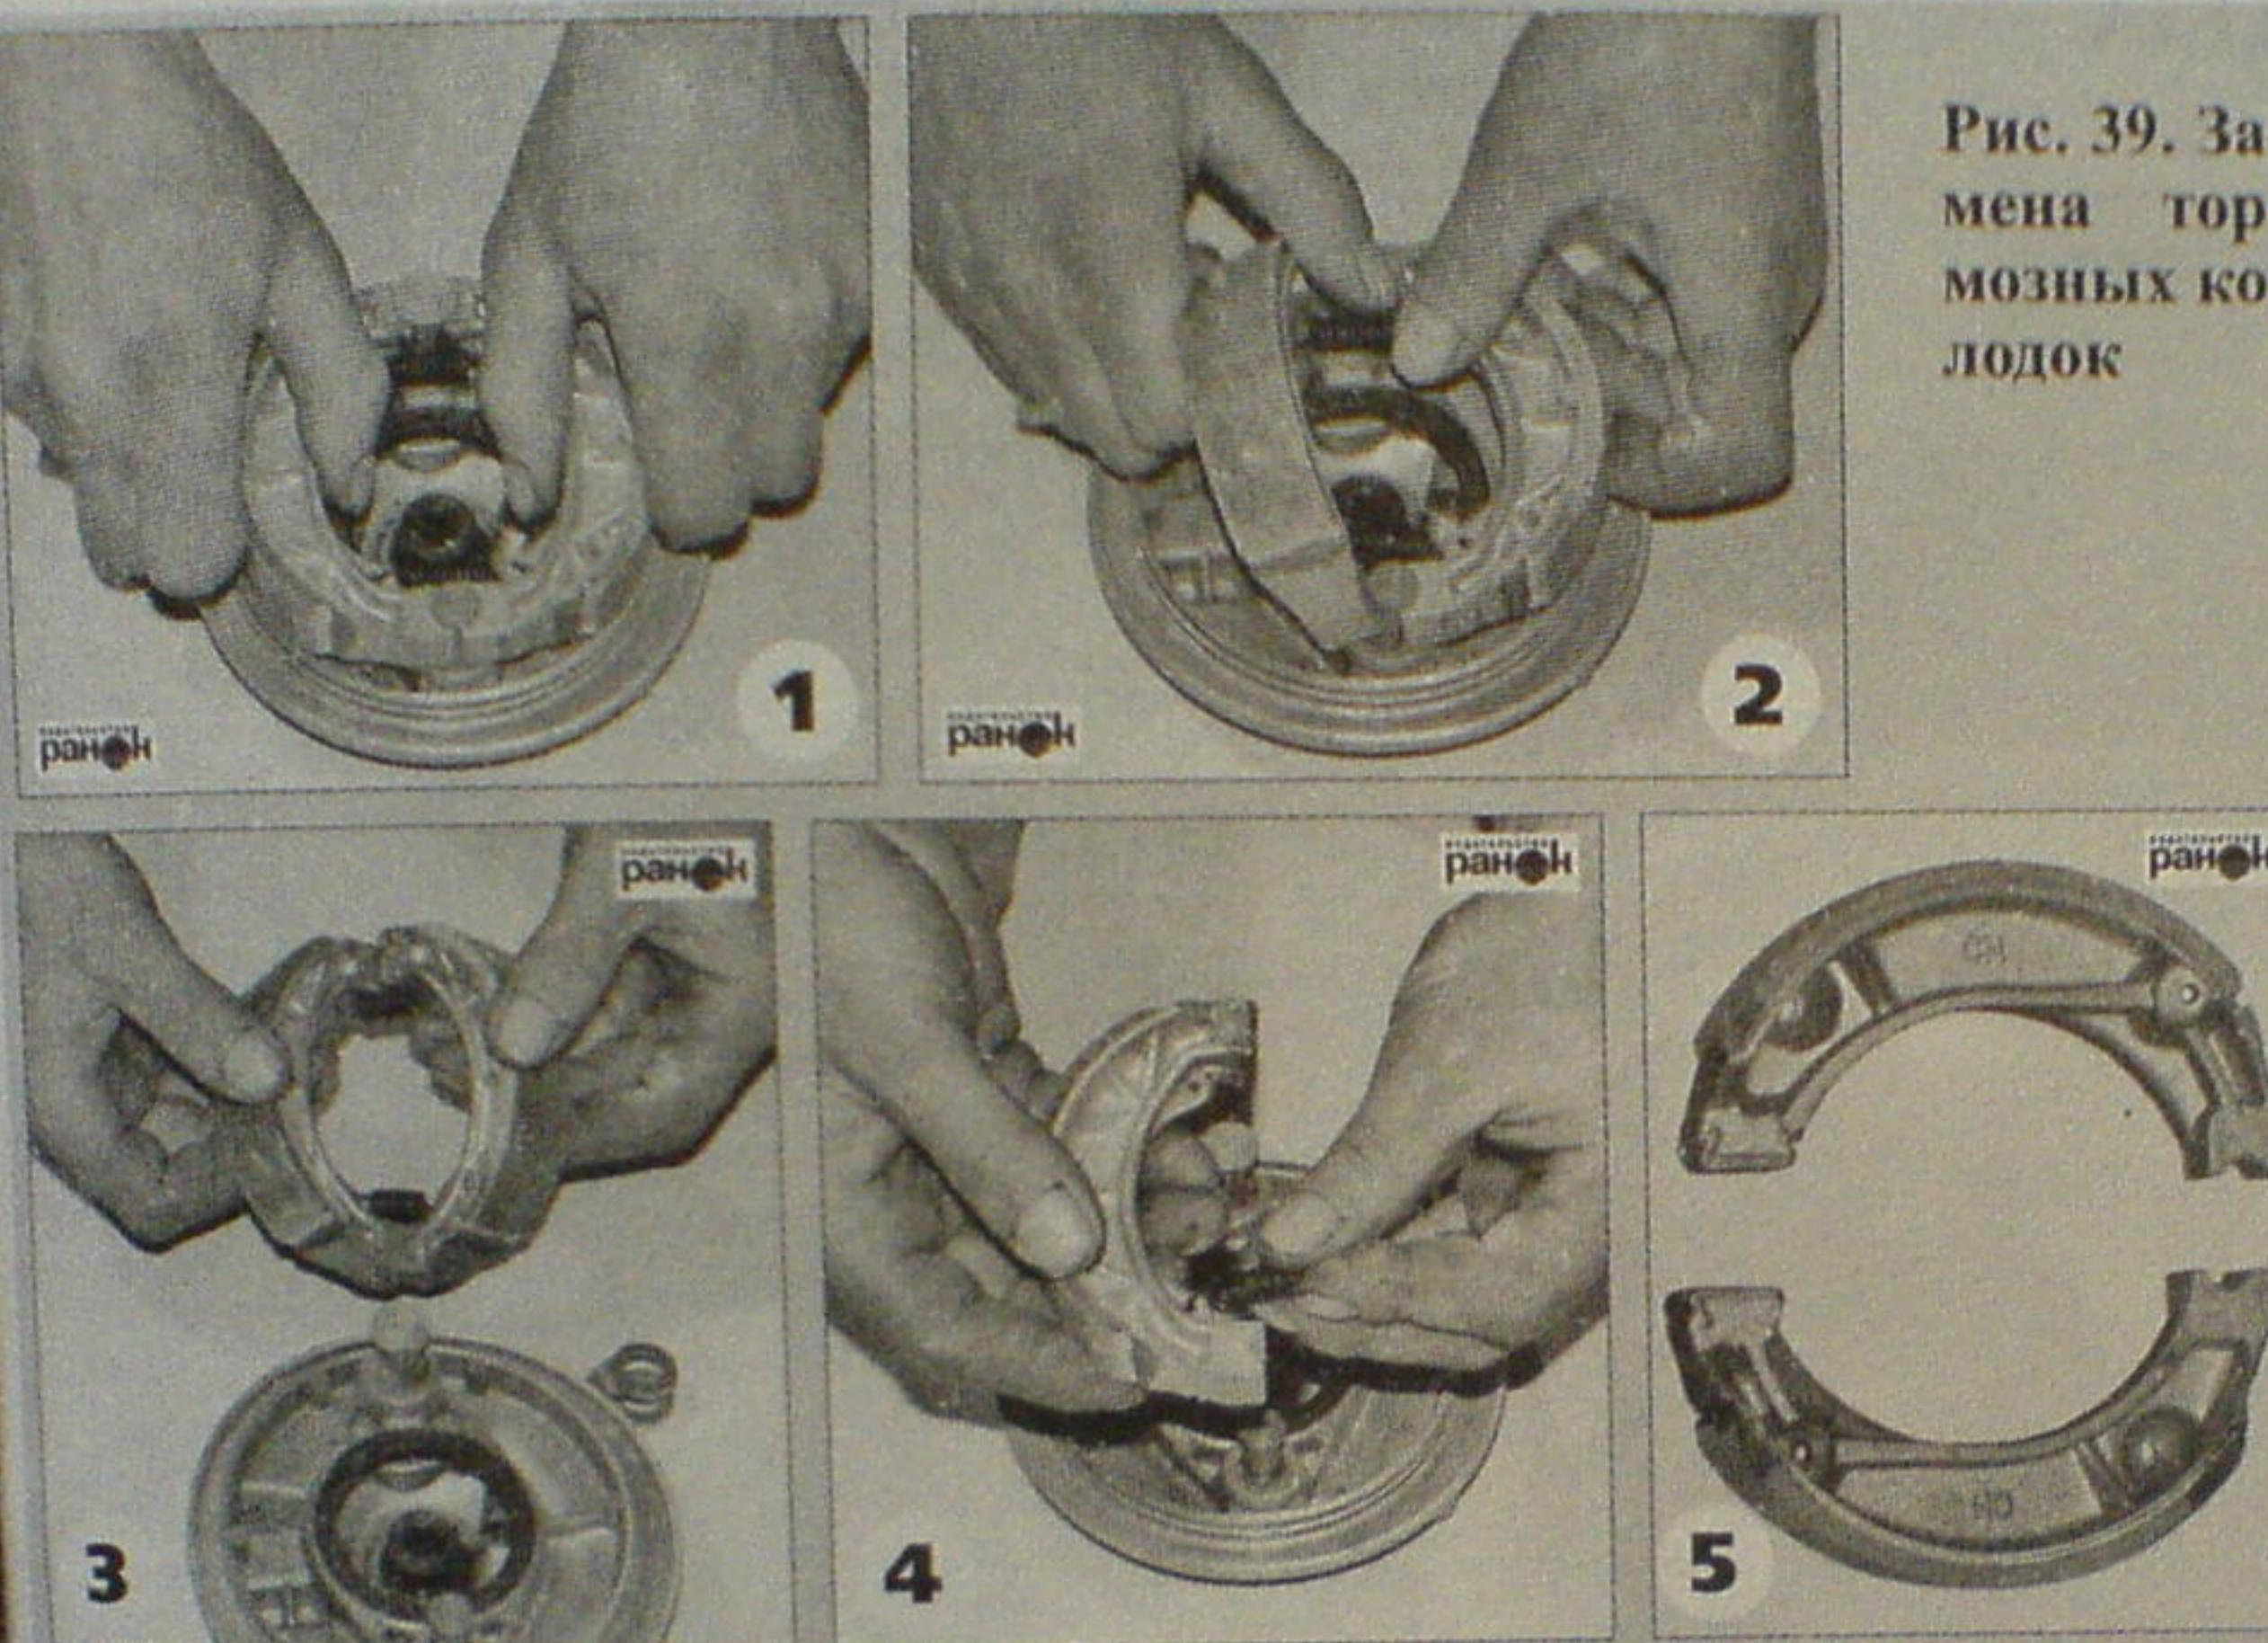

Рис. 39. Замена тормозных колодок
- преодолевая усилие пружин, снять изношенные тормозные колодки (рис. 39);